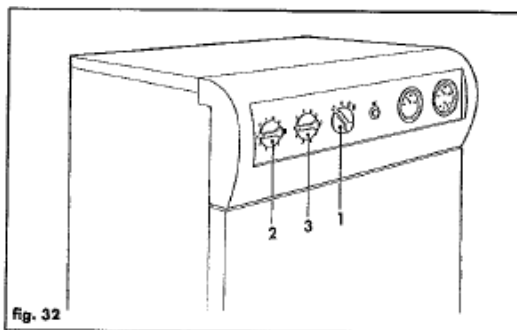
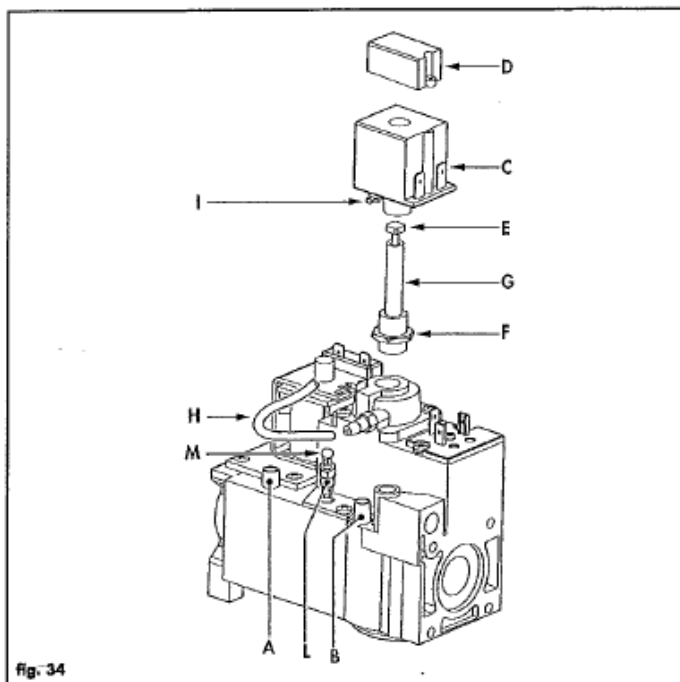
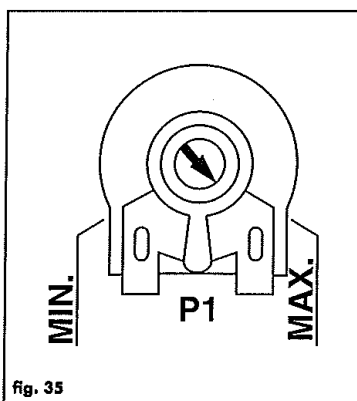
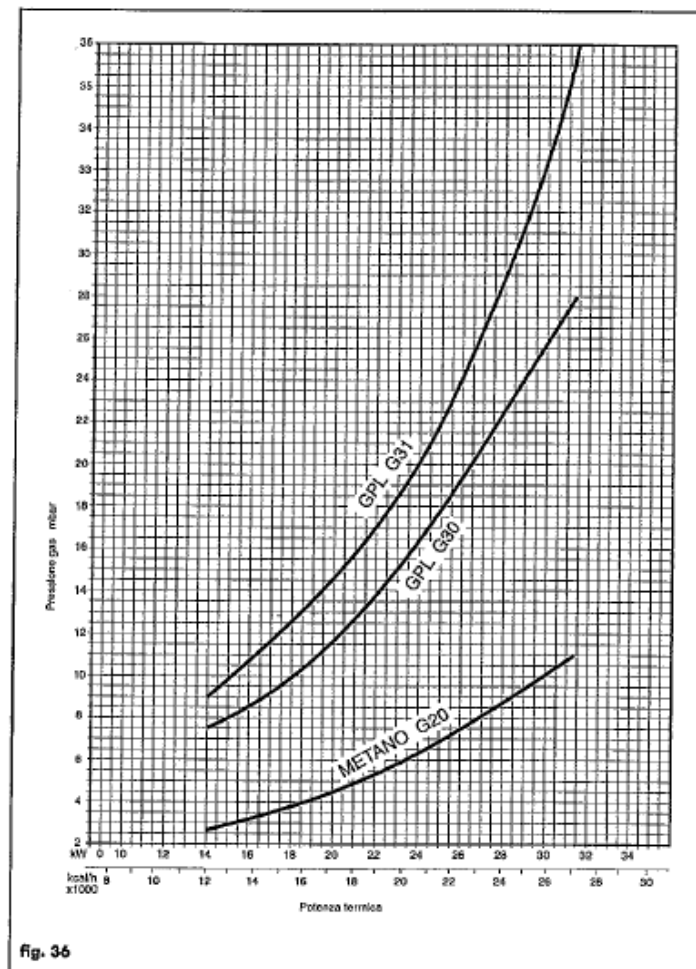

fig. 32
Fig. 34
fig. 35
fig. 36
(C) Apparecchio a gas liquido	Controllare la pressione a monte dell'apparecchio collegando un manometro a U alla presa "A" della valvola gas (fig. 34) ed accendendo successivamente il bruciatore. La minima pressione a monte con bruciatore funzionante deve essere Butano 30 mbar Propano 37 mbar Nel caso di collegamento dell'apparecchio con pressioni inferiori si ottiene conseguentemente una potenza inferiore.
Predisporre il commutatore Estate-Spento-Inverno (1 - fig. 32) sul pannello della caldaia, in posizione "Inverno".
Posizionare il termostato di regolazione caldaia (2 - fig. 32) al valore massimo.
Predisporre il commutatore Estate-Spento-Inverno (1 - fig. 32) sul pannello della caldaia, in posizione "Estate" o "Inverno" a seconda dell'esigenza; regolare il termostato di caldaia (2 - fig. 32) ed il termostato del bollitore (3 - fig. 32) alla temperatura desiderata, a questo punto la caldaia è pronta per funzionare automaticamente.
Per spegnere temporaneamente la caldaia, è sufficiente posizionare il commutatore (1 - fig. 32) Estate-Spento-Inverno sulla posizione intermedia "0".
- 4) posizionare il commutatore (1 - fig. 32) sulla posizione TEST;
- 5) ruotare il termostato regolazione caldaia (2 - fig. 32) al massimo.
### 16.4.2 Regolazione della pressione gas minima e massima (fig. 34)
- 15 Mettere il commutatore in posizione TEST (1 - fig. 32) e controllare il valore della pressione gas al bruciatore nel funzionamento riscaldamento (correggere eventualmente con il potenziometro in scheda come descritto nel par. 16.4.3).
Le regolazioni appena descritte servono per determinare l'escursione meccanica, tra un minimo ed un massimo, del pistoncino del modulatore. Sono possibili altre regolazioni di pressione e temperatura, utilizzando i potenziometri P1 posti all'interno della scatola comandi (fig. 35).
#### 16.4.3 Regolazione della potenza massima per l'impianto (fig. 35)
Questa regolazione va effettuata elettronicamente tramite il potenziometro «P1» (fig. 35). Per localizzarlo sulla scheda elettronica, vedere fig. 30. Collegare un manometro alla presa di pressione gas "B", fig. 34; regolare la temperatura in andata riscaldamento al massimo (2 - fig. 32), posizionare il commutatore in posizione TEST (1 - fig. 32), regolare quindi la pressione al valore desiderato, avvalendosi dei diagrammi (fig. 36). Terminata questa operazione, accendere e spegnere 2 o 3 volte il bruciatore, e controllare che la pressione rimanga stabile al valore impostato.
È possibile regolare la portata termica del focolare, e di conseguenza, la potenza termica resa all'acqua di riscaldamento agendo unicamente sulla regolazione del bruciatore attraverso la scheda elettronica. La potenza resa al sanitario rimane invariata. I diagrammi (fig. 36) indicano la variazione della potenza termica resa all'acqua al variare della pressione di funzionamento del bruciatore. Poter adeguare la potenza della caldaia alle effettive esigenze di riscaldamento, significa soprattutto ridurre i consumi e quindi risparmiare combustibile.
- Togliere il tappo "M" dalla valvola gas (fig. 34)
- Avvitare l'adattatore per G.P.L. "L" (fig. 34) sulla stessa e rimontare sopra l'adattatore il tappo "M".